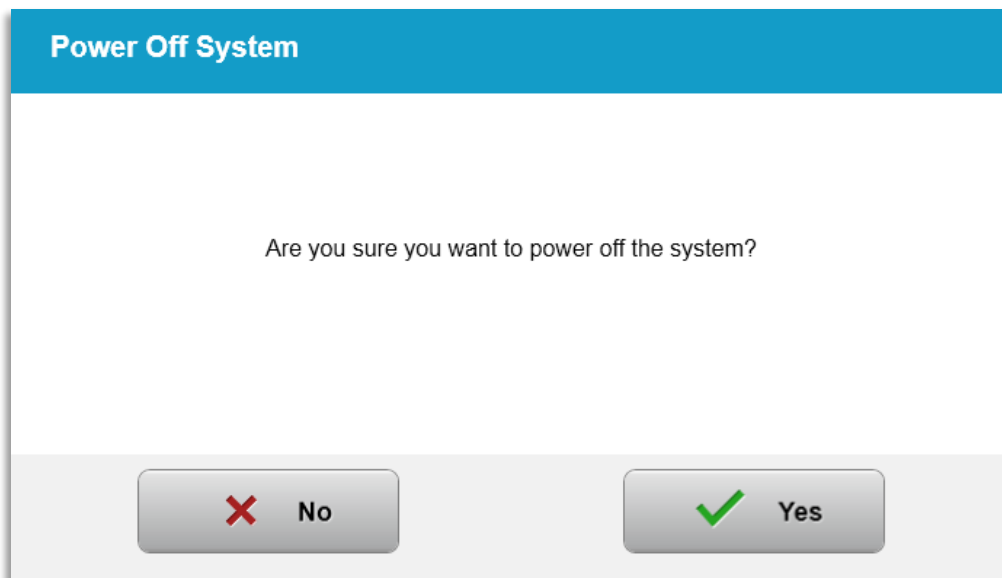

Abbildung 3-48. „Abschalten“ bestätigen
- Bestätigen Sie das Abschalten des Systems, indem Sie wie in Abbildung 3-48 „Ja“ (Yes) wählen.